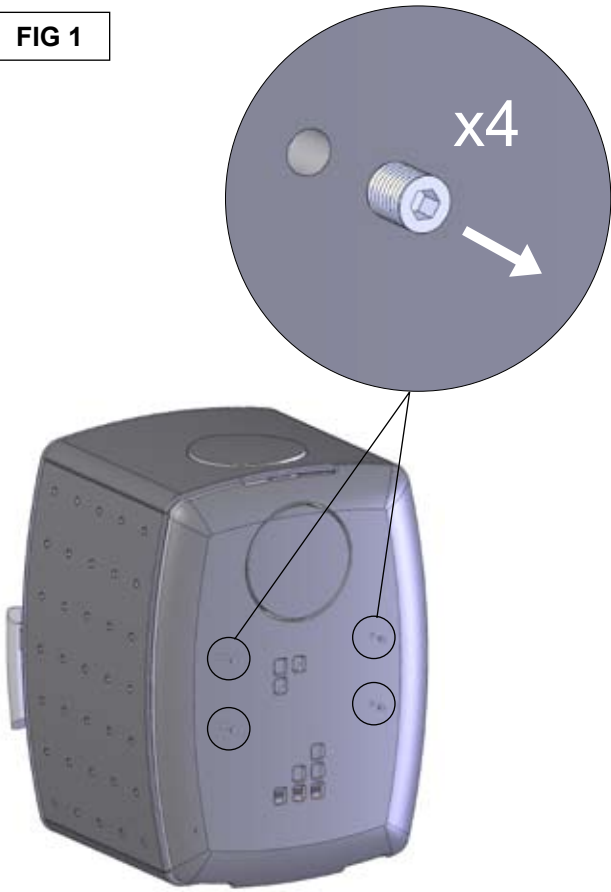

FIG 2
Bruk pallen ovnen blir levert på, pluss pappen rundt som underlag når ovnen legges ned. Thermotten kan fjernes (FIG 2 i brukerveiledningen for Smarty) for å gjøre ovnen lettere. Hvis Thermotten ikke fjernes må transportisolasjonen sitte på plass før ovnen legges ned, slik at Thermotteplatene ikke faller ned og knekker.
- FIG 2: Legg ovnen med fronten ned og skru fast braketten med 16 mm skruer. Husk skiver mellom ovn og brakett. Du kan selv justere høyden ved å bore nye hull i rørene. **Ovnen må ikke plasseres nærmere gulvet enn 30 cm.**
Bruk pallen ovnen leveres på, samt pappet som underlag når ovnen lægges ned. Thermotten kan fjernes (FIG 2) for at gøre ovnen lettere. Hvis Thermotten ikke fjernes skal transportisolasjonen sidde på plads før ovnen lægges ned, så Thermotteplatene ikke falder ned og knækker. **Ovnen skal løftes op fra liggende stilling. Ikke tippes da dette skader railsen.**
- FIG 2: Læg ovnen med fronten ned og skru beslaget fast med 16 mm skruer. Husk skiver mellem ovn og beslag. Du kan selv justere højden ved at bore nye hul i rørene. **Ovnen må ikke placeres nærmere gulvet en 30 cm.**
When laying down the stove, use the pallet and the cardboard it was delivered with as a protective base. In order to make the stove lighter, the Thermotte® plates can be removed (FIG 2 in the main assembly instructions). In case the Thermotte® plates are not removed, the protective transportation insulation must not be removed, to ensure that the plates do not fall down and break.
- FIG 2: Put the stove face down and fasten the brackets with 16 mm screws. Remember plates between the stove and the brackets. You can adjust the height by drilling new holes in the rails. **The stove must not be placed closer to the floor than 30 cm.**
Afin d'alléger le poêle, les plaques de Thermotte® peuvent être enlevées (FIG 2 dans les instructions d'assemblage principales). Dans le cas où les plaques de Thermotte® ne seraient pas enlevées, assurez-vous que le matériel d'emballage pour protéger pendant le transport est mis à l'intérieur du poêle avant de le manipuler, de sorte que les plaques de Thermotte® ne tombent pas et ne se cassent pas. **Ne pas incliner! les jambes peuvent être endommagées.**
- FIG 2: Maintenez le poêle face vitre vers vous et attachez les fixations avec des vis de 16 millimètres. N'oubliez pas les rondelles entre le poêle et les fixations. vous pouvez percer des trous dans les rails afin de personnaliser la hauteur
Mettere la stufa di lato con precauzione, usare il pallet ed il cartone con cui è stata consegnata come base protettiva. Per alleggerire la stufa si possono smontare le piastre di Thermotte® (FIG 2 nelle istruzioni principali). Nel caso in cui le piastre di Thermotte® non siano rimosse, la protezione per il trasporto non deve essere tolta, altrimenti le lastre di Thermotte® possono cadere e rompersi.
- FIG 2: Appoggiare la stufa sul lato frontale e fissare le staffe con le viti da 16 millimetri. Ricordarsi di inserire le rondelle fra la stufa e le staffe. È possibile regolare l'altezza facendo nuovi fori nelle barre. **La stufa non deve essere a meno di 30 cm dal pavimento.**
Beim Legen des Ofens auf den Boden verwenden Sie als Schutz die Pappdeckelverpackung, in welcher der Ofen geliefert wurde. Um den Ofen leichter zu machen, entnehmen Sie die Thermotte®platten. (FIG 2 in der großen Smarty-Montageanleitung) Falls Sie die Thermotte®platten nicht entfernen, darf ihr Transportschutz nicht entfernt werden, damit die Platten nicht herunterfallen und brechen!
- FIG 2: Legen Sie den Ofen mit dem Glas nach unten auf eine dafür geeignete Unterlage und befestigen Sie die Ofenhalterung mit 8 mm Schrauben. Verwenden Sie die Unterlegscheiben zwischen Ofen und Ofenhalterung.